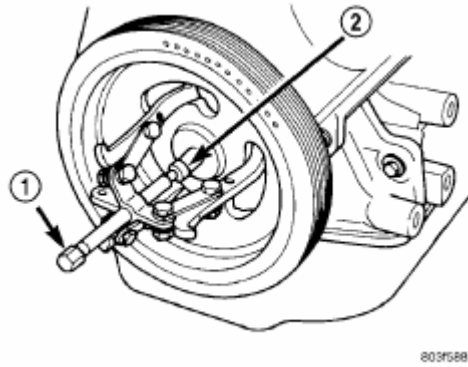

Рис. 71. Снятие гасителя вибрации коленчатого вала – типовое.
- (1) Снять ремни привода вспомогательного оборудования.
- (2) Снять болт гасителя вибрации коленвала.
- (3) Снять гаситель вибрации при помощи 3-кулачкового съемника 1026 и вставки 6827–А (Рис. 71).